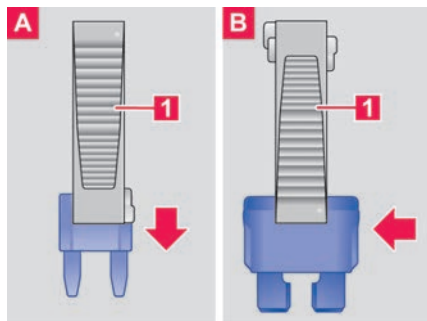

Abb. 178 Sicherung herausziehen oder einsetzen (Prinzipdarstellung).
1. Gegebenenfalls Kunststoffzange → **Abb. 178 1** aus der Abdeckung des jeweiligen Sicherungskastens nehmen.
2. Entsprechend der Sicherungsausführung passende Klammer der Kunststoffzange von oben → **Abb. 178 A** oder seitlich → **Abb. 178 B** auf die Sicherung schieben.